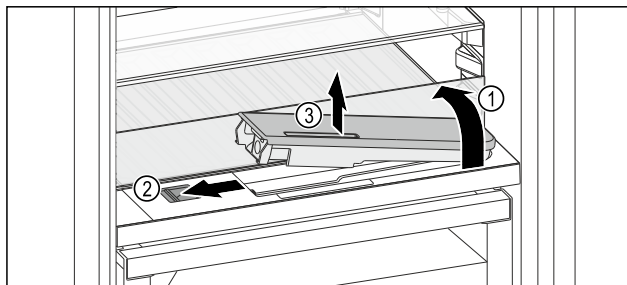

Fig. 172
- ▶ Підняти скляну панель і відкинути до упору назад Fig. 172 (1).
- ▶ Посуньте повзунок Fig. 172 (2) уліво.
- ▶ Вийняти бак для води Fig. 172 (3).